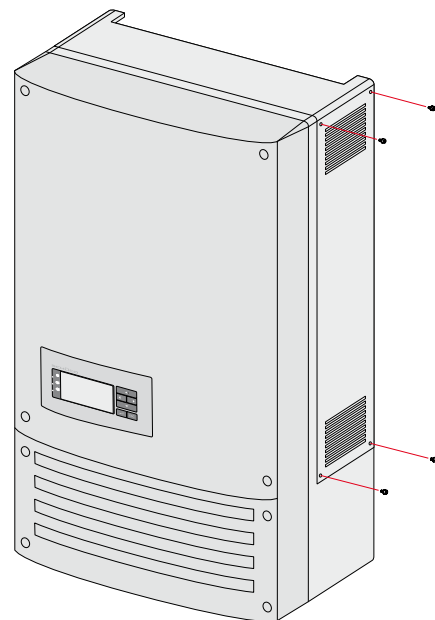

Abb. 16: Seitliche Gehäuseabdeckung abnehmen
4. Die Torx-Schrauben der seitlichen Gehäuseabdeckung lösen (Abbildung 16).